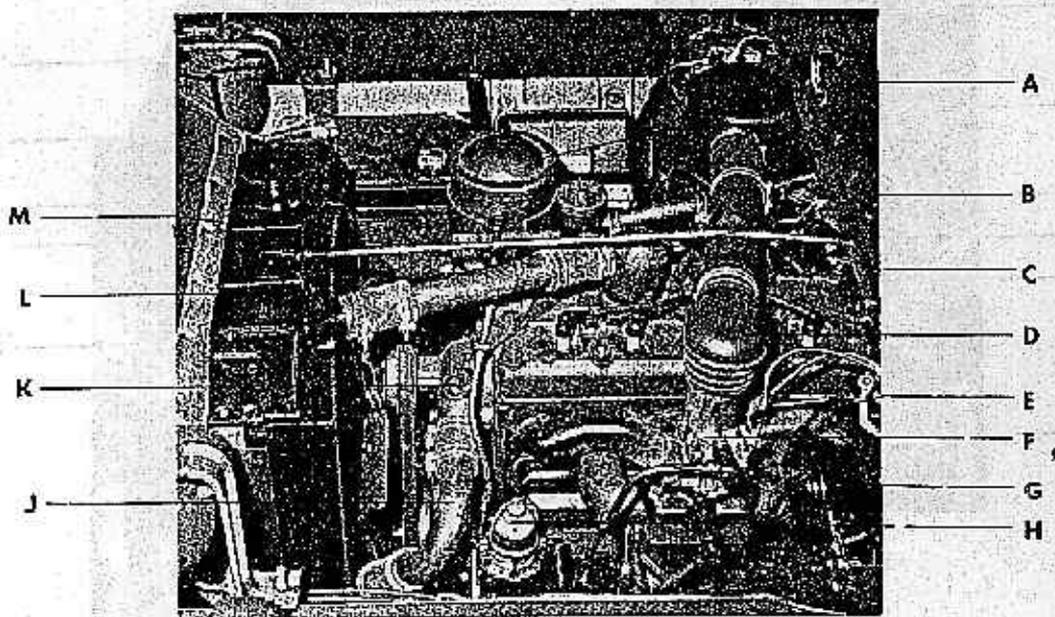

FIGURE 6. — Vue du côté gauche du moteur en place sur le véhicule.
E. — *Enlever le tuyau flexible du filtre à air (fig. 6) et débrancher l'arrivée d'essence.*
B. — Déposer le carburateur (fig. 6).
C. — Dépose de la pompe à essence (fig. 6).